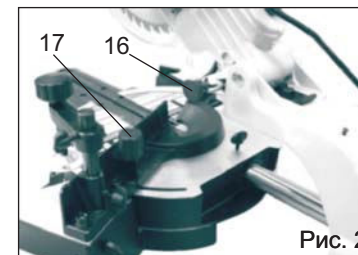

Рис. 2
Ослабьте винт фиксации поворотного стола (17) (Рис. 2) повернув его против часовой стрелки и установите поворотный стол на необходимую величину совмещая указатели угла поворота (13) (Рис. 1), с делением на шкале угла поворота (12). Зафиксируйте положение с помощью винта фиксации (17).
10.2 Данная пила имеет возможность пилить под углом от прямого 90° до 45° влево или вправо (по показаниям шкалы 12). Для этого необходимо ослабить винт фиксации (17) (Рис. 2) поворотного стола (9) поворотом его против часовой стрелки на пару оборотов и установить стол, в одно из необходимых положений по шкале (12). Зафиксируйте это положение винтом (17) повернув его по часовой стрелке.